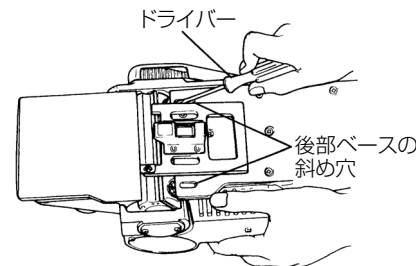

図 16
- (7) 付属のドライバーで後部ベースの斜め穴より、外側のボルト2本を最初は軽く、次に少し強く、くり返して仮締めします。(図 16)